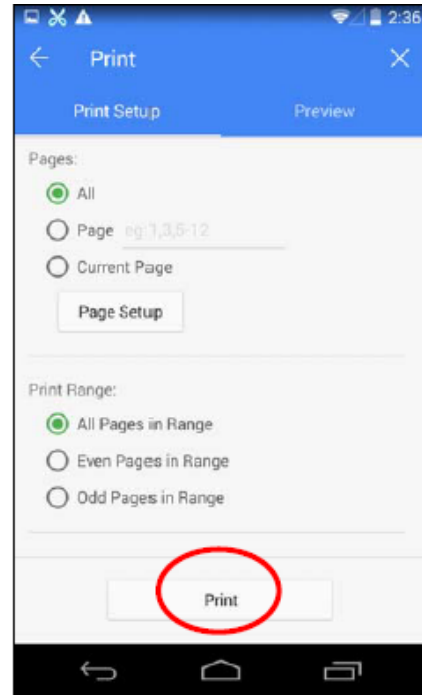

Figura 28
4.4 Cuando aparezca la interfaz “Print” haga click en “Print” (como se muestra en la Figura 28).